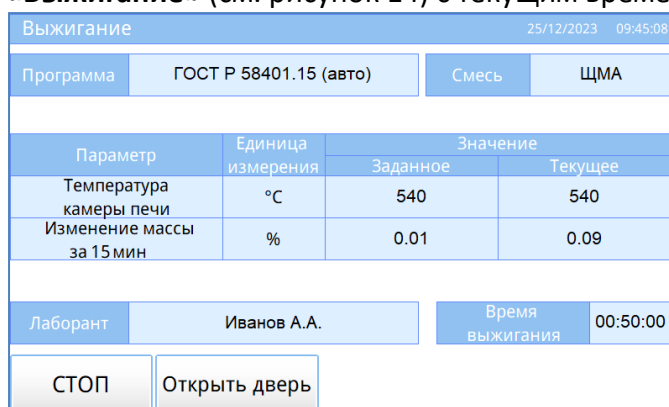

Рисунок 14 – Выжигание
4.5.14 Отобразится окно **«Выжигание»** (см. рисунок 14) с текущим временем выжигания.